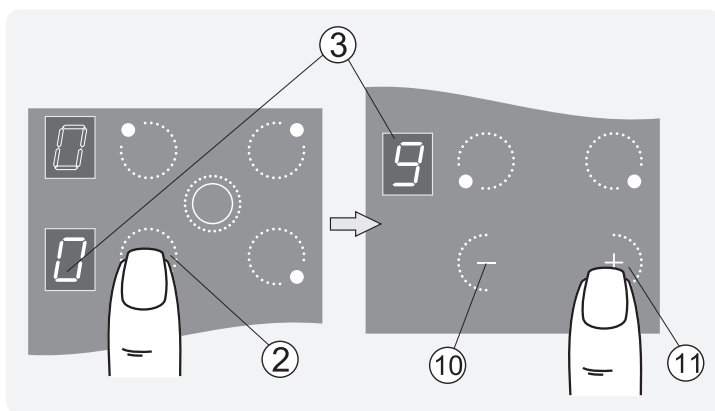

Рис.4
1. Коснуться зоны ^② с обозначением выбранной конфорки, после чего конфорка перейдет в режим управления. В соответствующем окне индикации мигает «0» (рис.4).